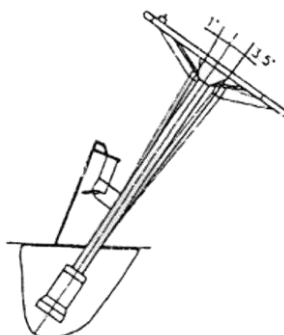

Рис. 4-1
(1) Полностью гидравлический рулевой механизм в сборе (рис. 4-1).